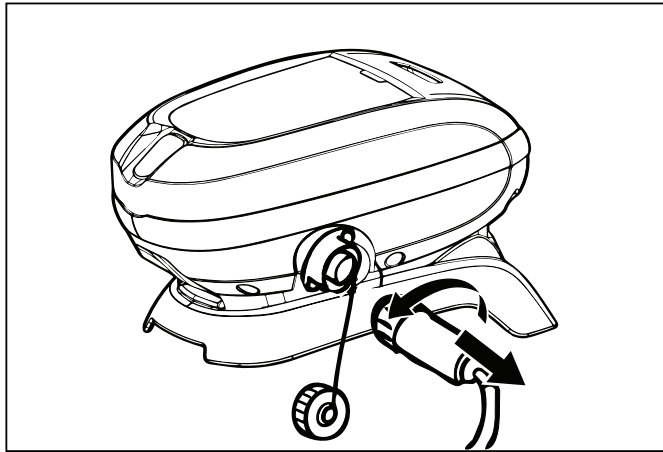

Figure 17. Débranchement du câble flottant
3. Débranchez l'alimentation électrique du nettoyeur à l'unité de commande (Figure 17).